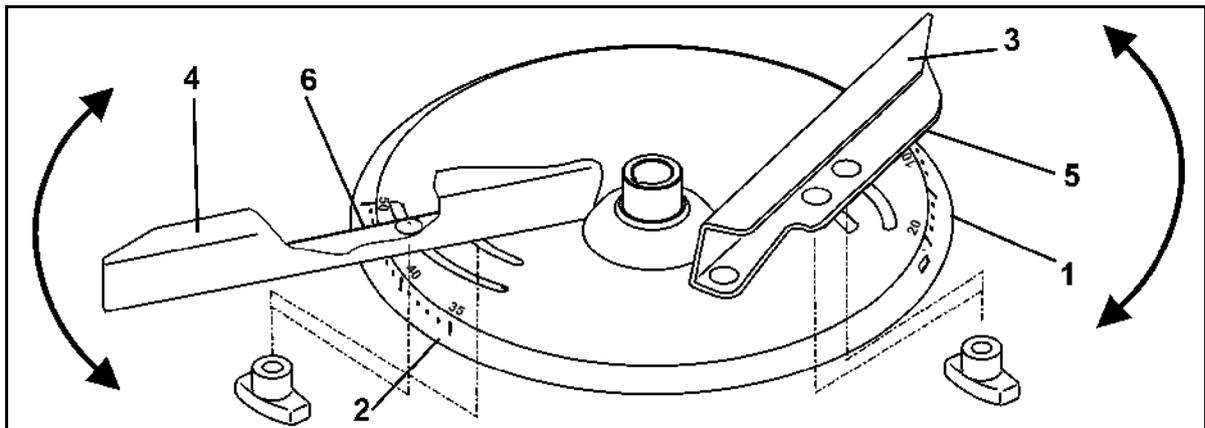

Fig. 43
Zur exakten, werkzeuglosen Einstellung der einzelnen Streuschaufelstellungen sind auf jeder Streuscheibe zwei unterschiedliche, unverwechselbare Skalen (Fig. 43/1 und Fig. 43/2) angeordnet.
- Der kürzeren Streuschaufel (Fig. 43/3) ist die Skala (Fig. 43/1) mit den Werten von 5 bis 28 und der längeren Streuschaufel (Fig. 43/4) die Skala (Fig. 43/2) mit den Werten von 35 bis 55 zugeordnet.
- Für die kurze Streuschaufel (Fig. 43/3) den Einstellwert an der Ablesekante (Fig. 43/5) ablesen.
- Für die lange Streuschaufel (Fig. 43/4) den Einstellwert an der Ablesekante (Fig. 43/6) ablesen.
- Das Verschwenken der Streuschaufeln auf einen höheren Zahlenwert der Skala (Fig. 43/1 bzw. Fig. 43/2) bewirkt eine Vergrößerung der Arbeitsbreite.